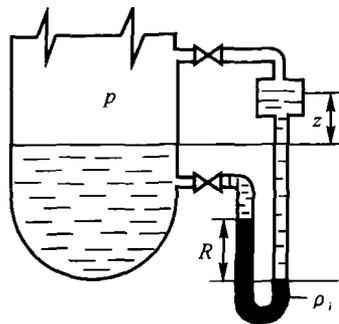

图1-4 液位测量
(3) 液位测量:如图1-4所示,U形压差计两端分别与设备及平衡室相连,平衡室内液体与设备内液体相同,则压差计读数 R 即可指示出容器内的液面高度 z 。其关系为